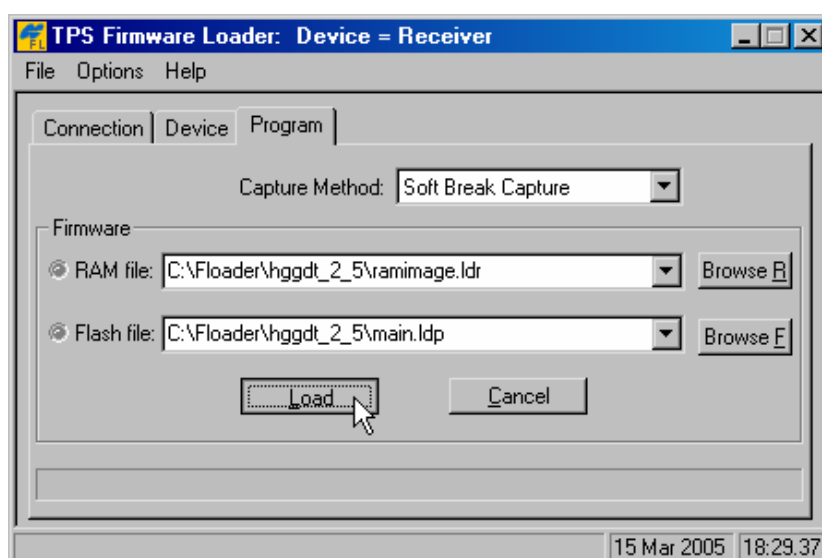

Рисунок 4-15. Вкладка Program
2. Выберите вкладку *Program* (Программа) и выберите значение *Soft Break Capture* для поля *Capture Method*, см. рис. 4-15.
3. Выберите файлы для ОЗУ и флэш-памяти платы приемника, см. рис. 4-15.